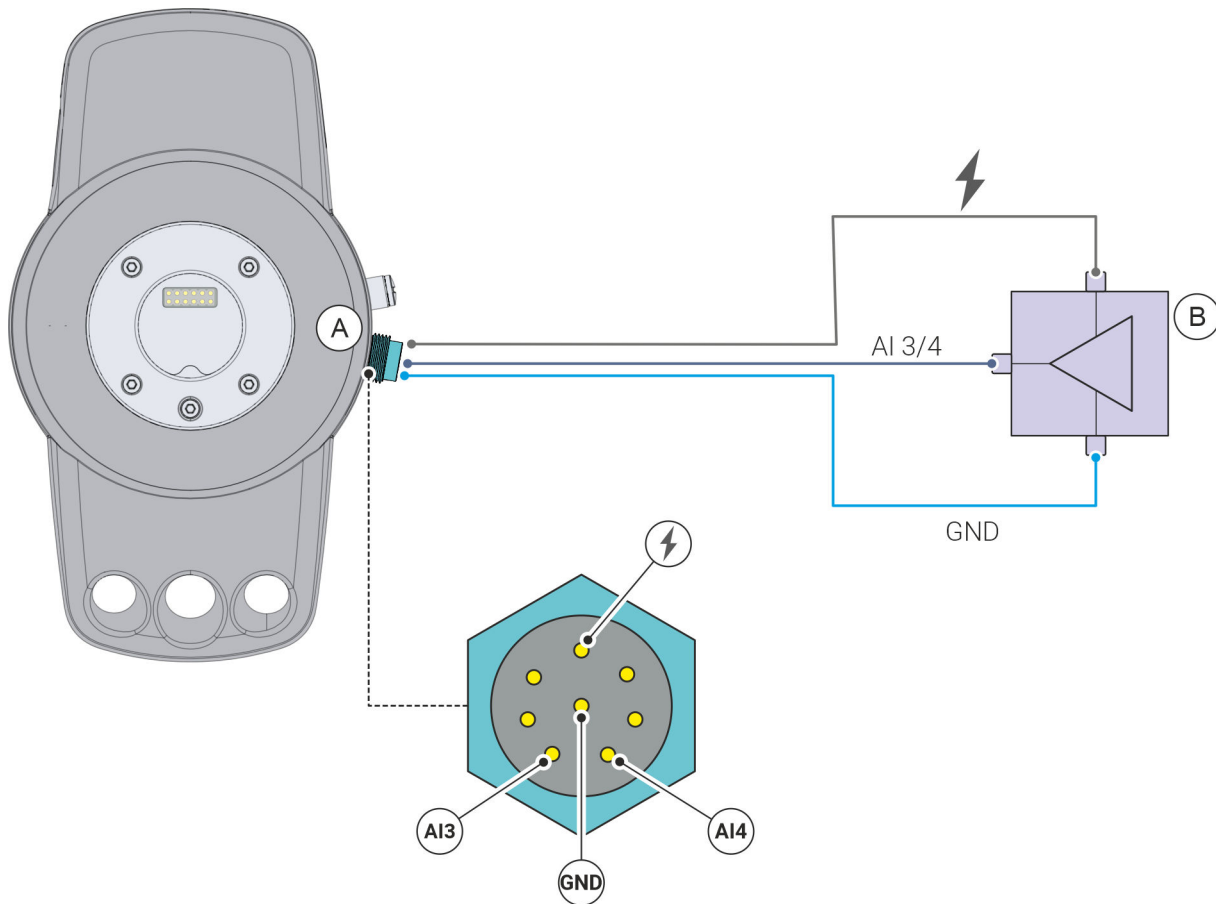

Abb. 65 Analogsensor über Analogeingänge anschließen
- (A) Externe elektrische 8-Pin-Schnittstelle
- (B) Analogsensor
01. Analogsensor mit dem analogen Eingang AI 3 oder AI 4 der 8-Pin-Schnittstelle verbinden Abb. 65.
02. Analogsensor mit der 24-V-Spannungsversorgung der 8-Pin-Schnittstelle verbinden Abb. 65.
03. Analogsensor mit dem Masseanschluss (GND) der 8-Pin-Schnittstelle verbinden Abb. 65.